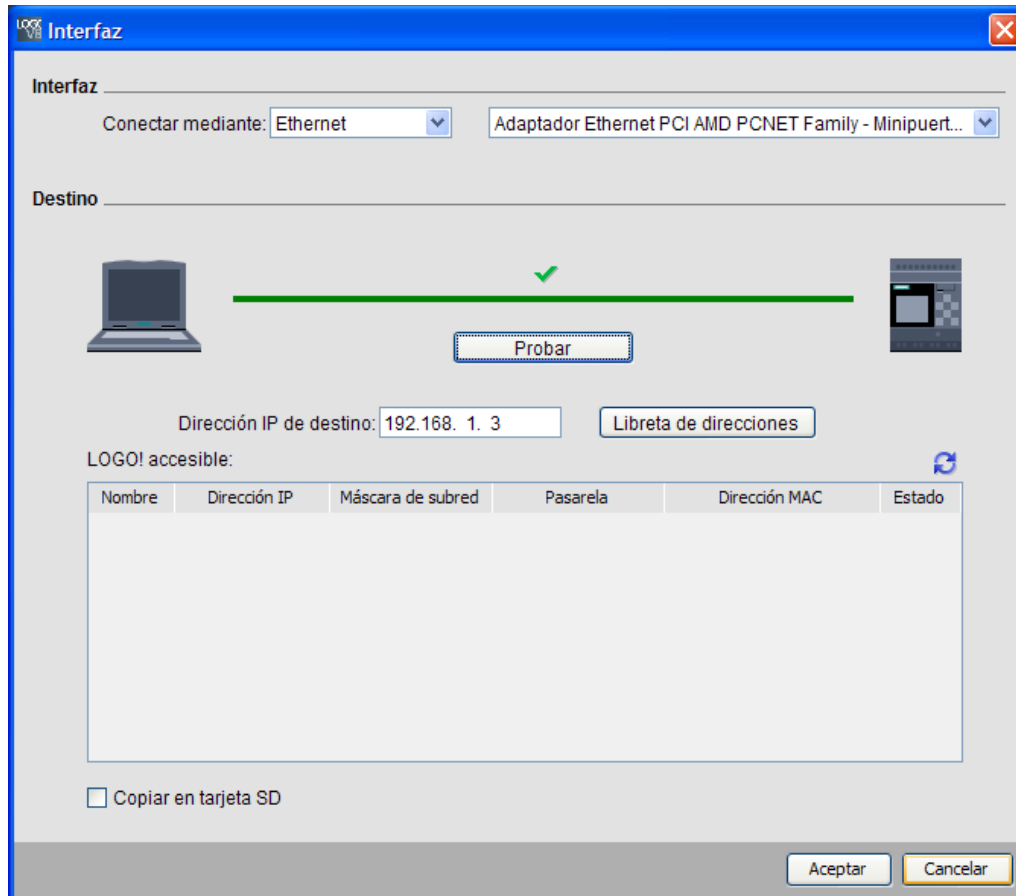

Figura 33. Ventana Interfaz.
**LOGO.** Aparecerá una ventana de *interfaz*, asegúrese que esté la opción *conectar mediante Ethernet* y presione el botón **Probar** para asegurarse de que exista una buena comunicación con el LOGO!, si todo está bien deberá aparecer un cheque verde tal como se muestra en la Figura 33, si no es así, revise la conexión, la dirección de la PC y del LOGO!. Si aún existen problemas consulte a su docente de laboratorio.
46. Para detener el programa de clic en el icono , se mostrará la ventana de *interfaz* (Figura 33), será necesario que ingrese la dirección IP del LOGO! (en este caso 192.168.1.3) antes de darle **Aceptar**, de igual forma si quiere correr de nuevo el programa de clic en el icono , ingrese la dirección IP y seleccione **Aceptar**.